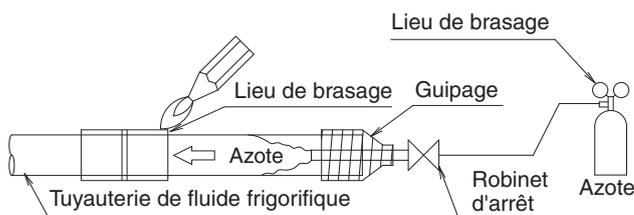

Fig. 20
- \* Avant de braser la tuyauterie de fluide frigorigène, faites passer l'azote dans la tuyauterie de fluide frigorigène et remplacez l'air par l'azote. Puis, effectuez le brasage (REMARQUE 2). **(Reportez-vous à la Fig. 20)** Après avoir terminé tous les travaux de brasage, installez les raccords évasés avec l'unité intérieure.